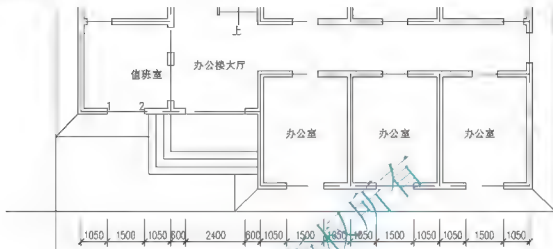

图 3.41 标注第一道尺寸线
② 在指定第二条尺寸界线原点或 [放弃(U)/选择(S)] <选择>: 提示下, 用相同的方法依次向后操作, 结果如图 3.41 所示。在操作过程中, 可以通过使用【平移】命令调整视图, 以方便操作。